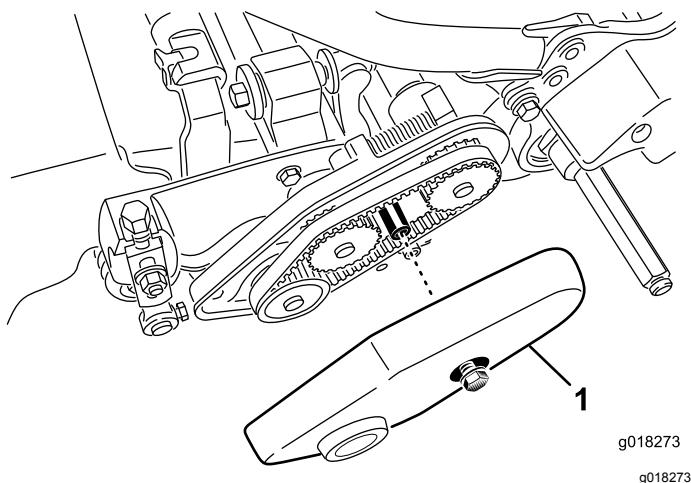

Figura 44
1. Afloje el perno que sujeta la cubierta de la correa y retire la cubierta de la correa para tener acceso a la correa (Figura 44).